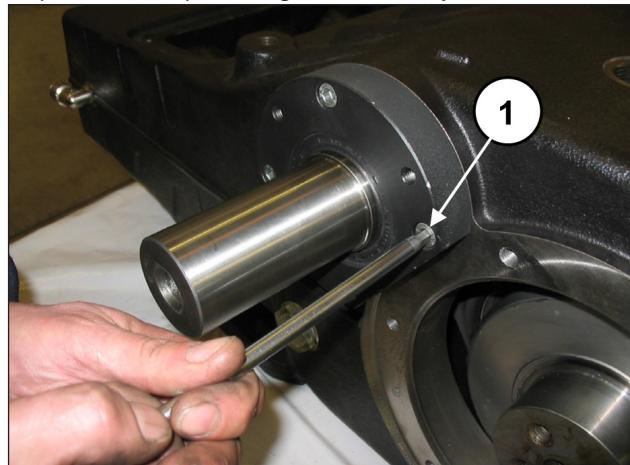
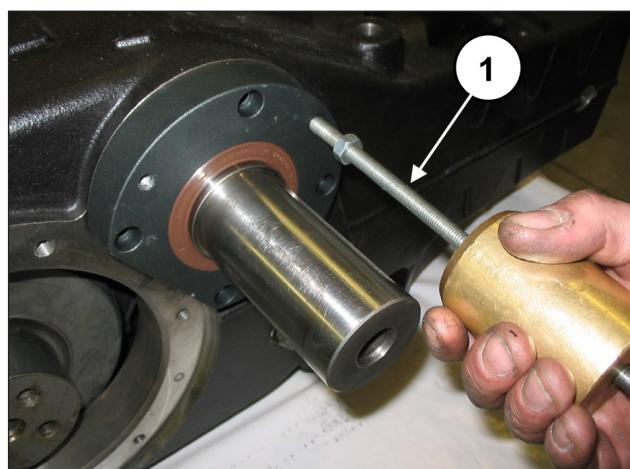

Fig. 26
Fig. 27
Desaperte os parafusos de fixação da tampa do rolamento PTO direito e esquerdo (pos. ①, Fig. 26) e extraia as duas tampa do eixo PTO. Para facilitar a desmontagem, use 3 grãos ou parafusos M8 (pos. ②, Fig. 27) com a função de extratores.